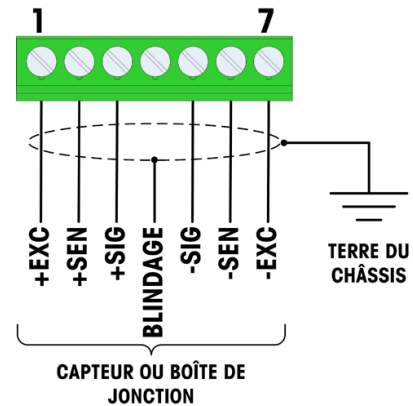

Figure 2-23 : Terminaison du capteur, Masse du châssis
Le Tableau 2-4 et la Figure 2-23 présentent les définitions du terminal pour la barrette des capteurs analogiques du terminal. Veuillez noter que lors de l'utilisation des capteurs à quatre conducteurs, les cavaliers doivent être placés entre les bornes +Excitation et +Détection, et entre les bornes –Excitation et –Détection.
5. La ferrite fournie en même temps que le terminal est placée au niveau de l'extrémité du câble et des conducteurs branchés sur le connecteur du capteur. Connectez la ligne de signal au connecteur terminal en fonction de la définition du signal, le fil du capteur IND231 doit être enroulé une fois autour de l'anneau amagnétique. Reportez-vous au code des couleurs du câble du capteur étant connecté et à la Figure 2-23.
7. Fixez les conducteurs du capteur au connecteur sur la carte principale. Reportez-vous au code des couleurs du câble du capteur étant connecté et à la Figure 2-23. Connectez la ligne de signal au connecteur terminal conformément à la définition du signal.